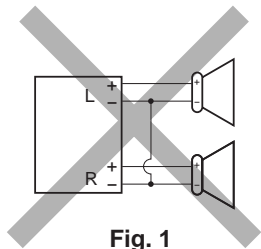
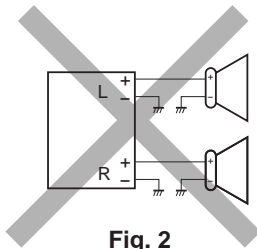

Fig. 1
Fig. 2
- Als de bedrading van de speakers eruitziet zoals hieronder staat afgebeeld in Fig. 1 en Fig. 2, mag het apparaat NIET worden aangesloten met behulp van deze oorspronkelijke speakerbedrading. Als u dat wel doet, zal het apparaat ernstige schade oplopen. Pas de bedrading van de speakers aan, zodat u het apparaat met de speakers kunt verbinden, zoals staat afgebeeld in Fig. 3.
- Si el conexionado de altavoz de su automóvil es como se indica en las Fig. 1 y 2 de abajo, NO conecte la unidad utilizando ese conexionado de altavoz original. Si lo hace, se producirán daños graves en la unidad. Vuelva a efectuar el conexionado de altavoz de manera que pueda conectar la unidad a los altavoces de la manera indicada en la Fig. 3.
- Se il cablaggio per le casse sulla vettura risulta come illustrato nelle Fig. 1 e 2 qui sotto, NON collegare l'apparecchio usando il cablaggio originale, perché si danneggia seriamente l'apparecchio. Rifare il cablaggio delle casse in modo di poter collegare l'apparecchio alle casse come illustrato nella Fig. 3.